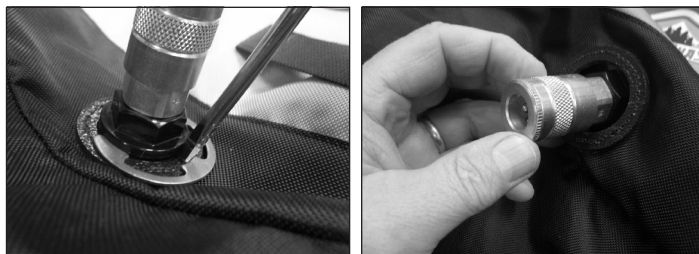

Figura 3.
3. Con un destornillador plano, quite el anillo de retención fuera de la ranura en el acople exterior del forro y empuje el conector rápido/forro al interior de la mochila. (Vea la Figura 3).